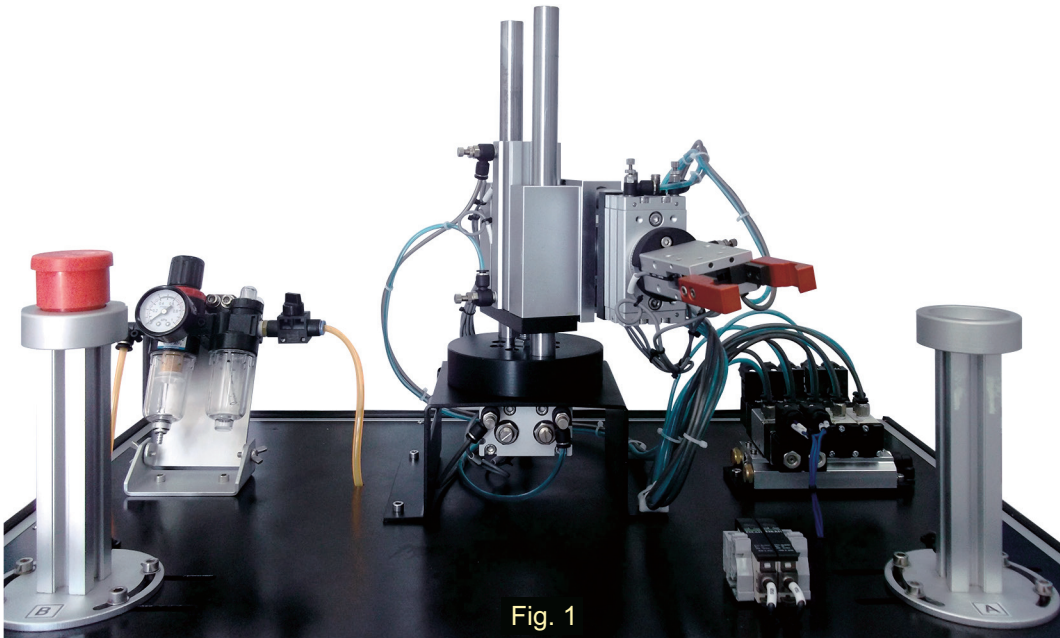

Fig. 1
- 1 Mettre le système de tri (figure 1) sous tension.
Dans un laboratoire de technologie, un enseignant a mis en œuvre un système didactique automatisé (**figure 1**). Il a utilisé un PC équipé du logiciel EDUGRAF. Il a appuyé sur le bouton SB1, le système de tri a effectué un cycle de fonctionnement puis, il s'est arrêté. A chaque nouvelle action sur SB1, le même cycle se reproduit.
Le robot pneumatique figure 1 est programmé pour effectuer, suite à une impulsion sur le bouton «marche», une descente de la pince, une attente de 5 secondes puis une montée de la pince. Le GRAFCET PC est donné (figure 7).